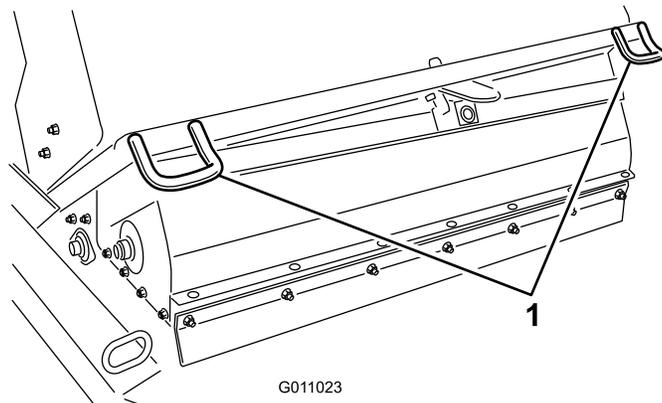
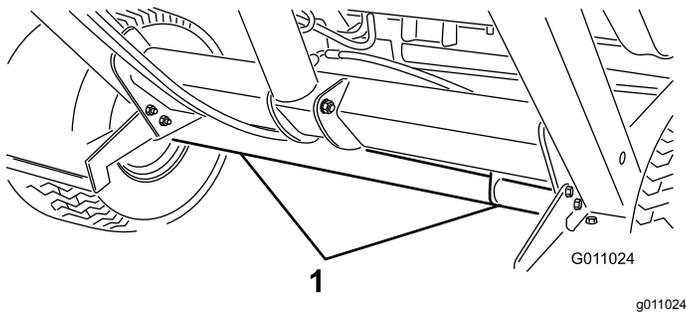

Рисунок 30
Рисунок 31
- Чтобы зафиксировать машину на прицепе для транспортировки, используйте крепежные проушины для фиксации передней части (Рисунок 30) и ось (Рисунок 31) для фиксации задней части.